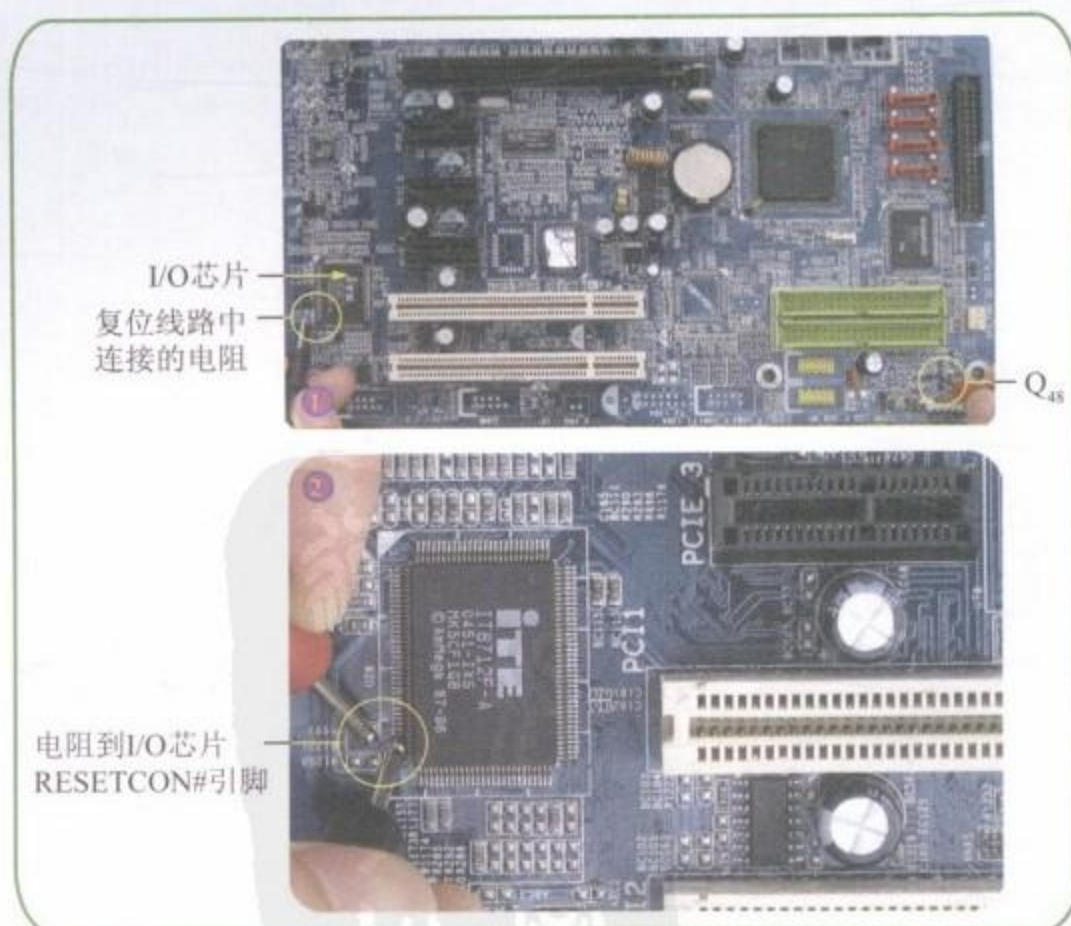

图10-12 三端二极管的第1脚到I/O芯片的线路
Step 07 测量三端二极管 Q_{48} 的第1脚到I/O芯片的RESETCON#引脚的线路，如图10-12所示。